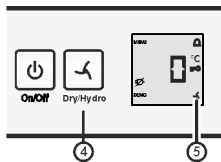

Fig. 3
- ▶ Nastavení **hydro**: Stiskněte tlačítko dry/hydro Fig. 3 (4), až se zobrazí symbol . Tlačítko uvolněte.
- ▷ Symbol dry/hydro Fig. 3 (5) svítí.
- ▶ Nastavení **dry**: Stiskněte tlačítko dry/hydro Fig. 3 (4), až symbol  zhasne. Tlačítko uvolněte.